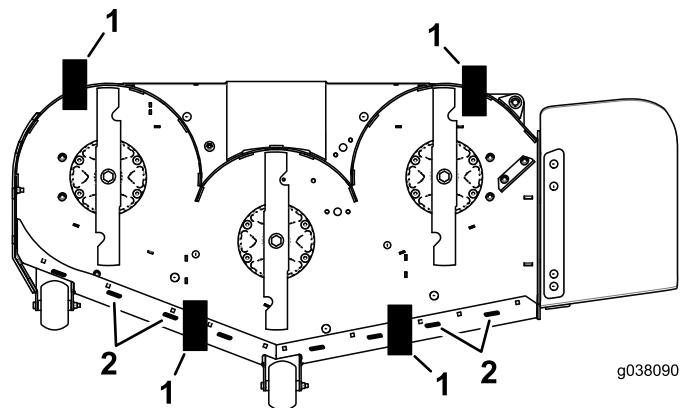

Figura 101
11. Placez une cale (voir le Tableau de hauteur de cale et d'inclinaison) sous le bord arrière de la jupe du tablier de coupe de chaque côté du tablier de coupe (Figura 101).